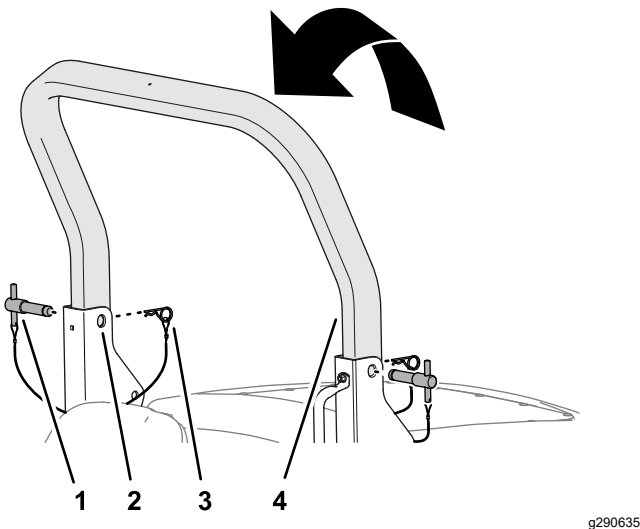

Figura 29
- Fije los pasadores de la barra antivuelco a los soportes de giro con las chavetas (Figura 29).
- Eleve la barra antivuelco superior hasta que los taladros en la barra antivuelco se alineen con los soportes de giro (Figura 29).
- Inserte los pasadores de la barra antivuelco a través de los taladros superiores de los soportes de giro y la barra antivuelco superior (Figura 29).